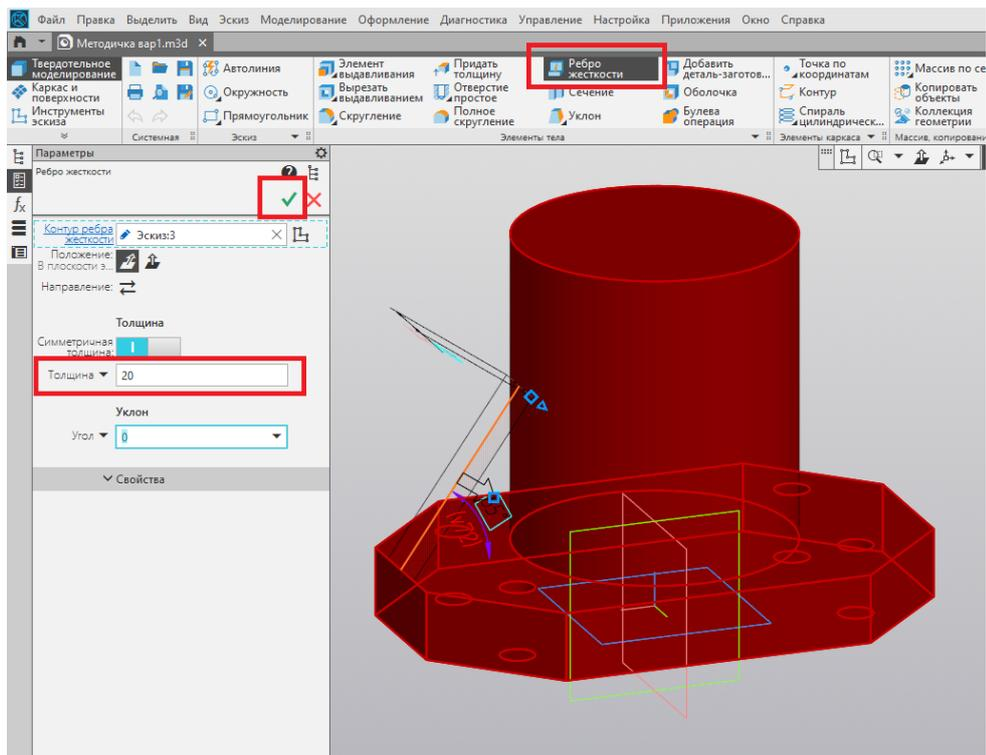

Рис. 21
18. При помощи команды «Ребро жёсткости» выполняем построение ребра жёсткости толщиной 20 мм. Завершаем выполнение команды нажатием на зелёную галочку (рис. 21).